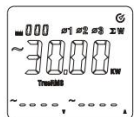

Figura 7-7
- Așa cum se arată în Figura 7-7, puterea activă totală trifazată poate fi afișată apăsând în final tasta SELECT.